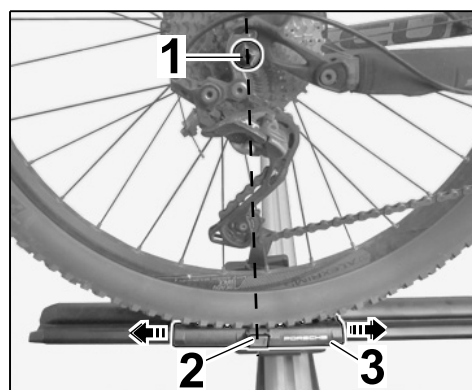

Fig. 34
- 7.3.4 Positionner la fixation de roue (roue arrière) comme suit: rectifier la fixation de roue en la repoussant ⇒ *Fig. 34-flèches*-, jusqu'à ce que la serrure se trouve d'aplomb par rapport au milieu de roue (⇒ *Fig. 34-ligne verticale en pointillé*-).